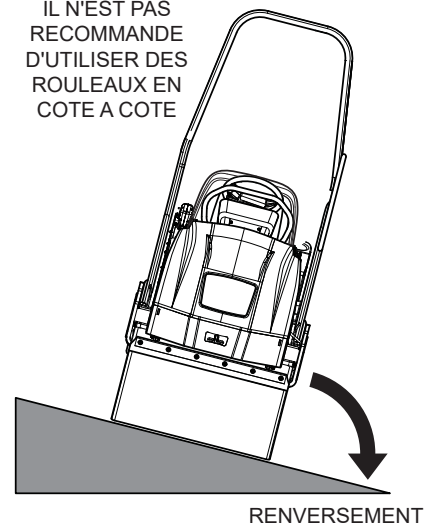

Figure 3. Mauvaise utilisation sur une pente
**NE JAMAIS** utiliser le rouleau sur des pentes latérales (Figure 3). Le rouleau peut basculer (renversement), ce qui peut provoquer des blessures, voire la mort, et sérieusement endommager l'équipement.